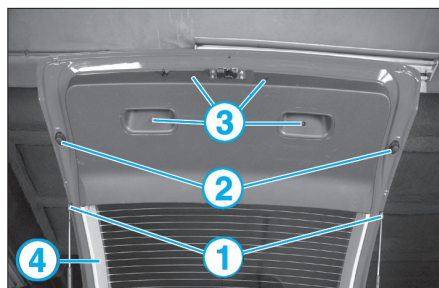

FIG. 48
- Déposer les agrafes des deux vérins (1) (Fig.48).
À la repose, veiller au passage correct du faisceau et régler les jeux d'ouverture à l'aide des butées (2) (Fig.48) de fermeture et de la gâche de serrure